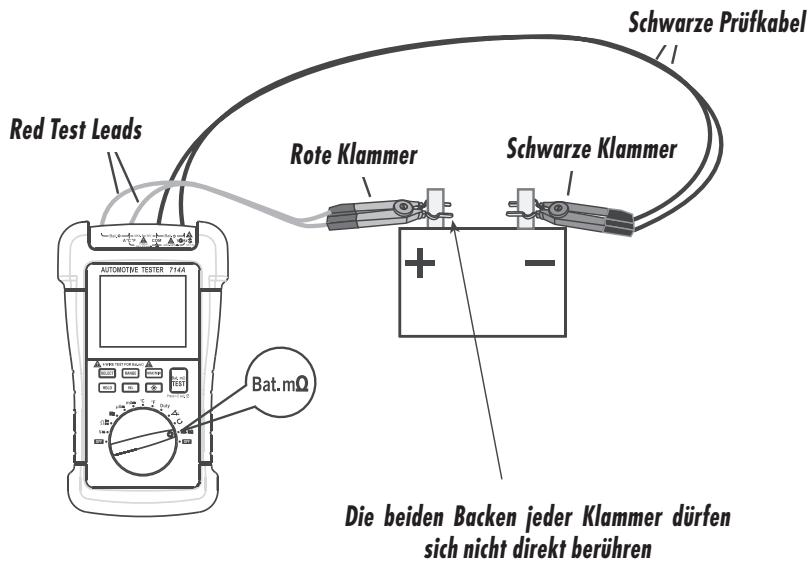

Abbildung 8
2. Siehe Abbildung 8, stecken Sie die Stecker der beiden roten Prüfkabel in die beiden "Bat." Buchsen und die Stecker der beiden schwarzen Prüfkabel in die beiden "Bat." Buchsen.
- Klemmen Sie die rote Klammer an den Pluspol der Batterie und die schwarze Klammer an den Minuspol der Batterie (Abbildung 8).
Hinweis: Für eine genaue Messung dürfen sich die Backen jeder Klammer nicht direkt berühren (Abbildung 8).